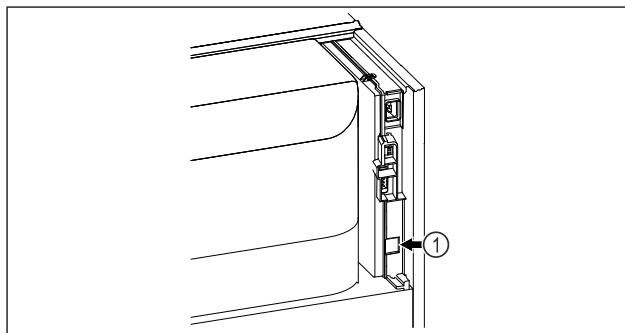

Fig. 92
- ❑ SmartModule Fig. 92 (1) è inserito.